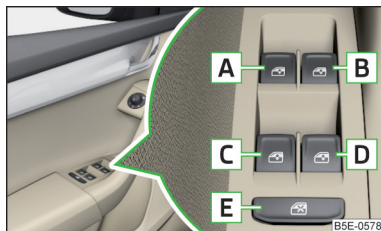

Fig. 46
Tastele geamurilor acționate electric » fig. 46
➤ Apăsați tasta **E** » fig. 46.
După deschiderea portierei șoferului sau a pasagerului față, operarea geamurilor va mai fi posibilă numai de la tasta **A** » fig. 46, prin apăsarea, respectiv tragerea ei cca. 2 secunde.
➤ Mențineți tasta **A** » fig. 46 la pagina 63 în poziție de deschidere.
- Mențineți tasta **A** » fig. 46 la pagina 63 în poziție de închidere.